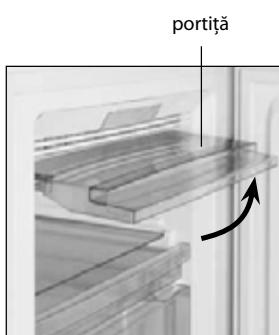

Figura 7
3.2 Pentru a încărca produsele pe raftul de sticlă de sus ridicați portița până la fixarea ei în poziție orizontală cum vedeți în figura 7.